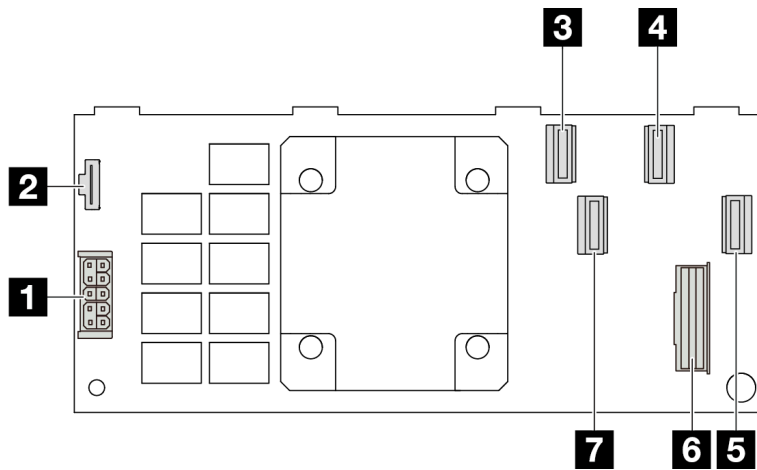

Figure 300. Un adaptateur CFF RAID Gen 4 16i (connecteurs à quatre ports)
- Figure 300 « Un adaptateur CFF RAID Gen 4 16i (connecteurs à quatre ports) » à la page 311